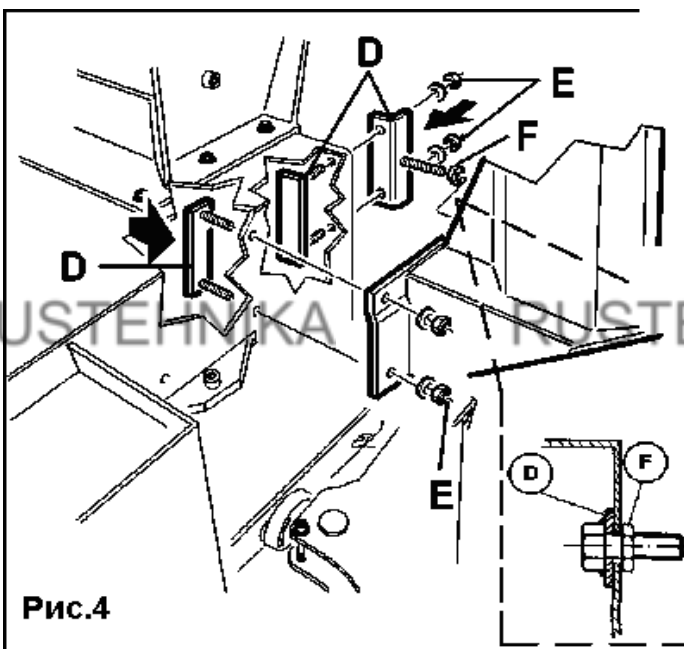

Рис.4
С помощью гаек М10 прикрутить планки и уголки крепления (D) через соответствующие отверстия в корпусе станка (Рис.4).